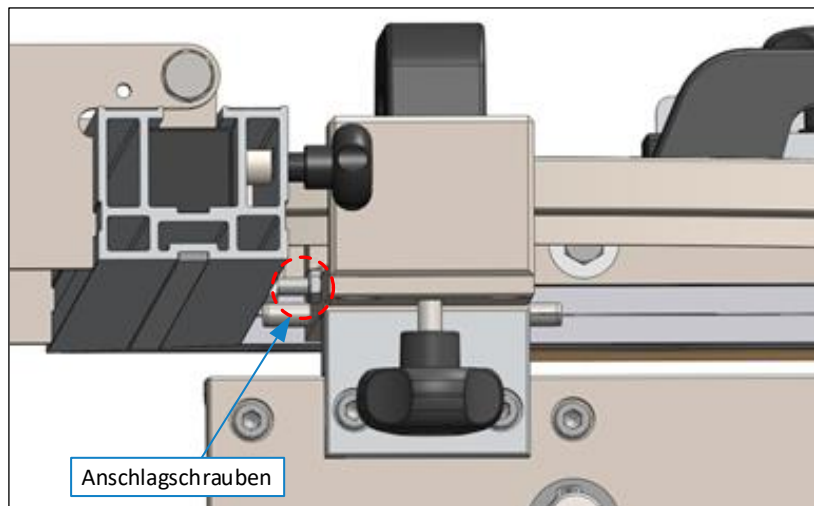

Abbildung 5: DSG-A justieren (2)
2. Den Anschlag nun in Richtung 0 (\triangleq 90°) schwenken, bis die Anschlagsschrauben anliegen (⇒ Abbildung 5).